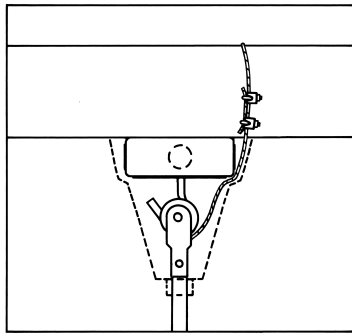

Figura 4
**PRECAUCIÓN IMPORTANTE:** El cable de seguridad no debe colocarse entre el rodillo de caucho y el gancho, sino como se ilustra en la Figura 4.
6. Cuando se cuelga el ventilador mediante el gancho en "J" suministrado por fábrica, verifique que el cable de seguridad en la parte superior de la barra está posicionado detrás del gancho en "J" según se ilustra en la Figura 4.